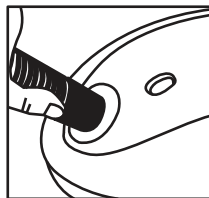

Рис. 2
- Вставьте наконечник (8) гибкого шланга (7) в воздухозаборное отверстие (10) до срабатывания фиксаторов (9).
- Для снятия гибкого шланга (7) нажмите на фиксаторы (9) и выньте наконечник (8) из воздухозаборного отверстия (10) (рис.2).